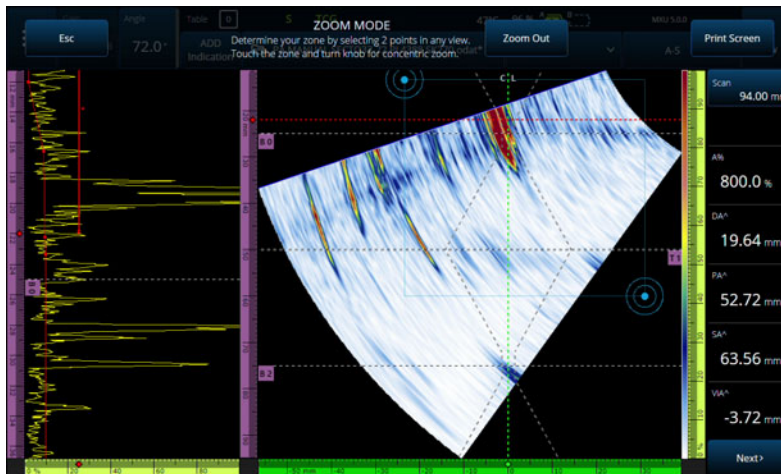

図 2-11 ズーム例
1. ズーム表示キー (🔍) を押して、ズームモードをオン（またはオフ）にします（44 ページの図 2-11）。
- ◆ ズーム表示キー (🔍) を押してズームモードをオンにして (44 ページの図 2-11)、画面上の Print Screen (画面印刷) をタップします。